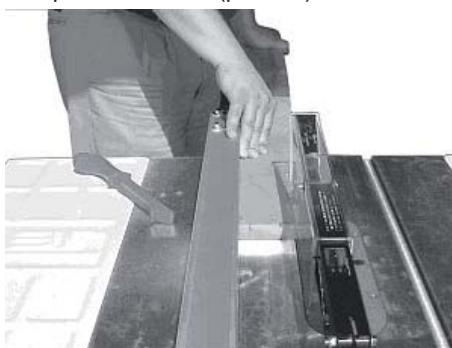

Рис. 28
- При поздовжньому розпилі заготовка подається поздовжнім напрямком до пилляльного диску, використовуючи спрямовуючу лінійку у якості паралелі та розташовуючи пристрій таким чином, аби переконатися у потрібній ширині заготовки (рис. 28).